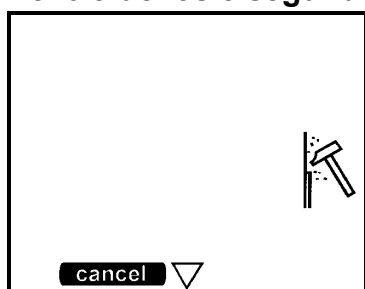

Fig. 7
- Pulsar el lado izquierdo (cancel) del botón de arranque → (13), véase la fig. 7.